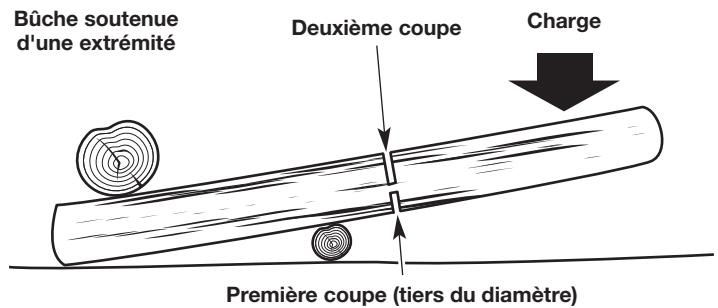

Fig. 17
- Si la bûche est soutenue sur une extrémité (Fig. 17), faites la première coupe depuis le bas (*tronçonnage par dessous*). Reportez-vous à *Tronçonnage par-dessous*.